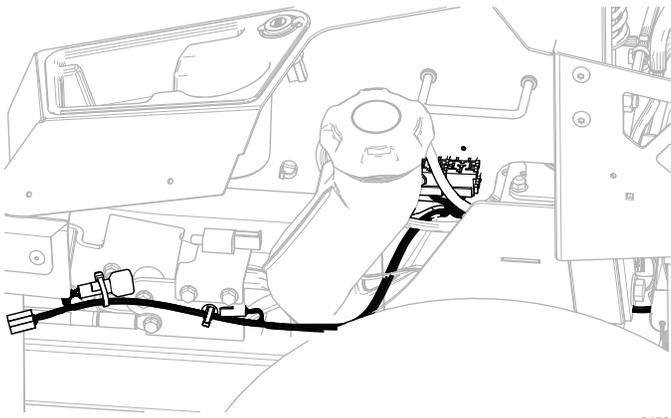

Figura 14
2. Enrute el arnés de cables (Figura 14) por el lado izquierdo del bastidor, a través de la grapa que instaló en el paso 1.